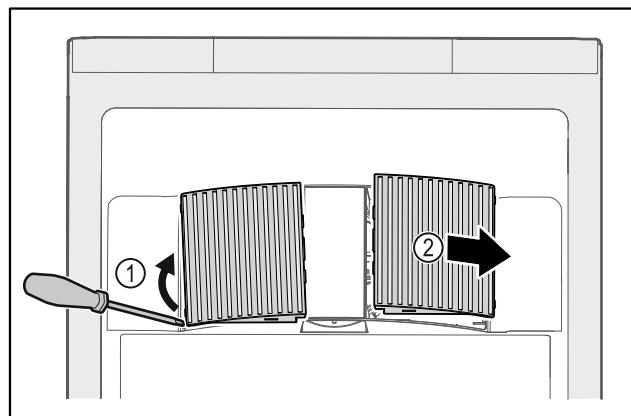

Fig. 59
- Opatrne vytiahnite kryty ventilátorov z bočnej strany Fig. 59 (1) a vyberte ich smerom dopredu Fig. 59 (2).